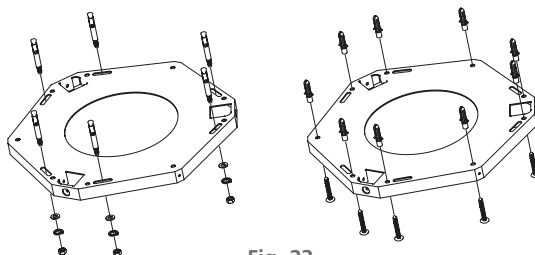

Fig. 23
- Marcar no teto a posição dos 9 parafusos [auto atarraxante] [Fig.23].
- Fixar novamente o suporte de fixação [6 parafusos tipo chumbador, arruelas lisas, de pressão e porcas (furos oblongos)] e mais os 9 parafusos [auto atarraxante] [Fig.23].